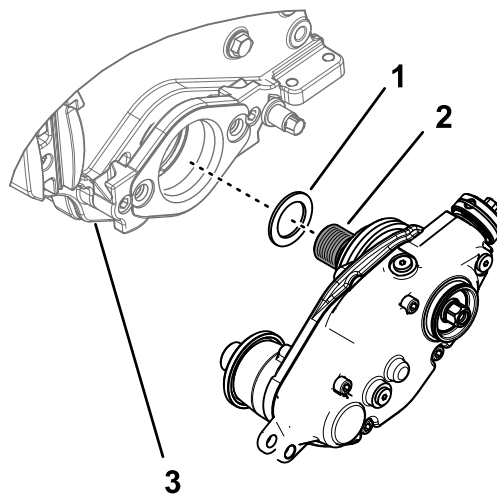

图8
1. 如果疏草刀驱动箱安装在 Greensmaster 滚刀组的左侧应在滚刀适配器的螺纹上安装填隙垫圈 图8。